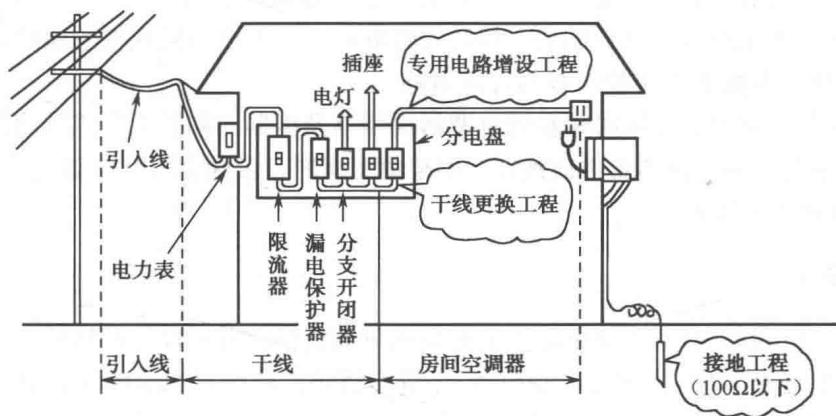

图 1-1-4 空调器的接地、漏电保护器
⑥ 为了防止漏电和触电事故的发生，应设置接地或设置漏电保护器，电源线务必从房间空调器主体（室内一侧）的左右任何一方抽出，进行良好地布线、接地。不带电源插头的机种，应安装和插座相一致的电源插头，若重新安装时，应在连接部安上手动开关，如图 1-1-4 所示。